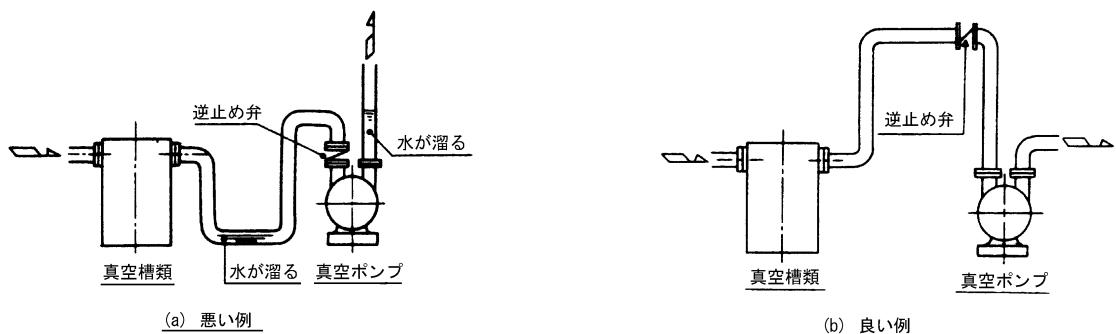

図 2
- (1) ポンプに吸込配管、吐出し管の荷重がかかると芯狂いの原因となりますので、十分な配管支持をしてください。
- (2) 異物または多量の液を含む空気の場合には、吸込側にフィルタまたは吸込セパレータを設置してください。
- (3) 吸込管の接続は特に注意を行い、絶対に外部から空気の漏入がないようにしてください。
- (4) ポンプの吐出し管に著しい立上り(0.5m以上)を設けると、性能に悪い影響を与えます。
- (5) 少量の液を含む空気でも吸込めますが、図2(a)のように吸込管に谷をつけると、配管中に液が溜まり、性能が悪くなったり、脈動を発生します。
- (6) 吸込側へ取扱流体の逆流を防ぎたい場合には、図2(b)のように逆止め弁を設置してください。(逆止め弁は特別附属品として用意しております。)